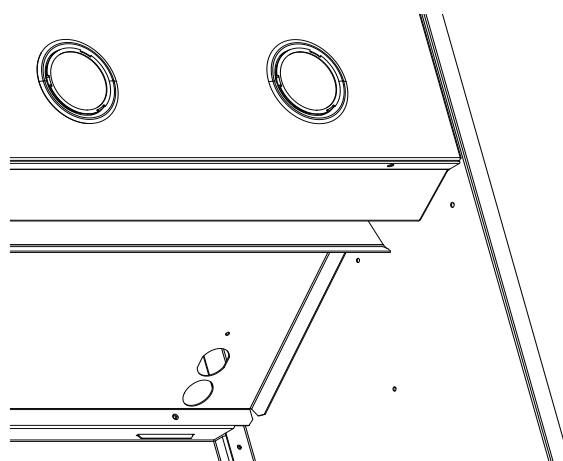

Figure 4 : Passage des fils à travers la pièce principale du bâti
- Faites passer le faisceau de fils dans le trou de la pièce principale du bâti (Figure 4).